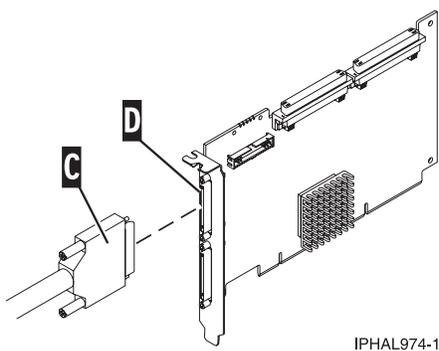

Abbildung 21. Anschließen des SCSI-Kabels an eine SCSI-Schnittstellenkarte
Schließen Sie das andere Ende des SCSI-Kabels (C) an den SCSI-Adapter (D) auf dem Server an. Weitere Details enthält Abb. 21.